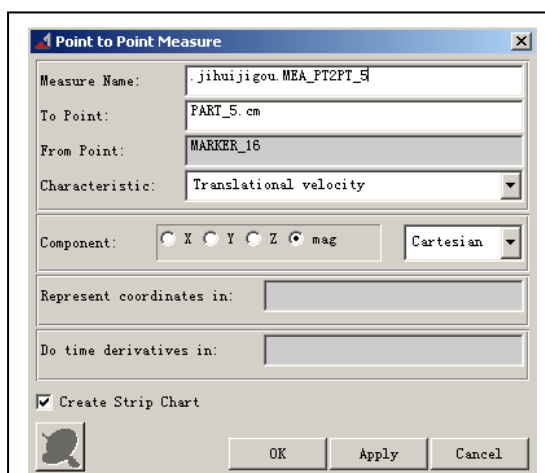
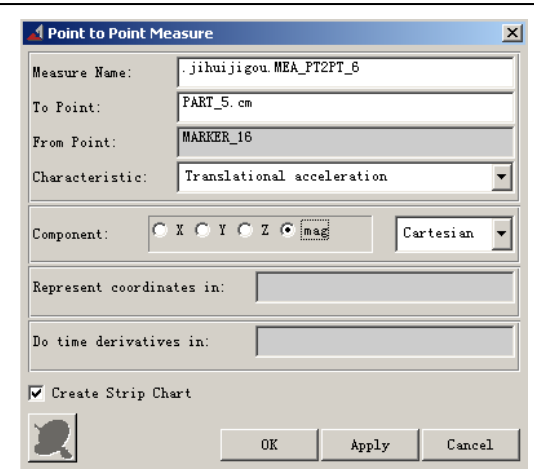
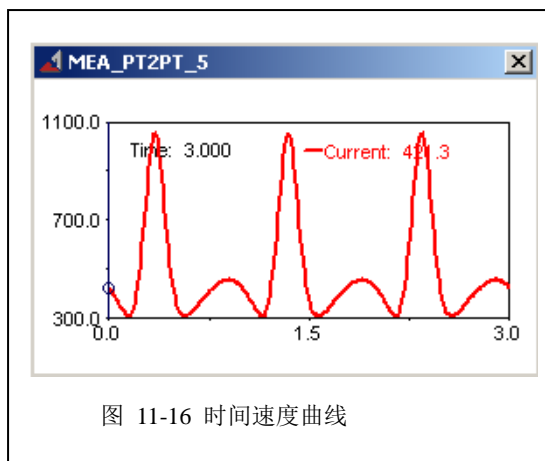
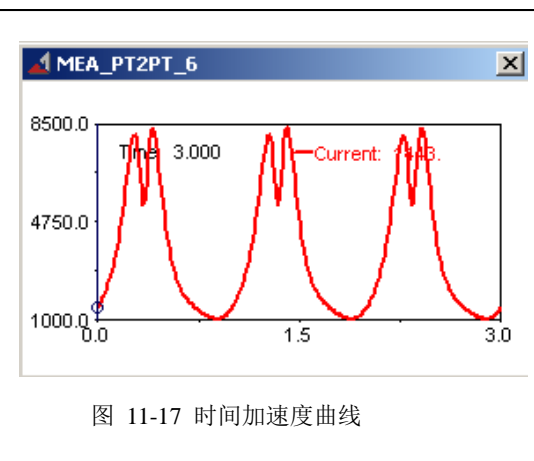

图 11-14 点与点之间测量速度对话框
图 11-15 点与点之间测量加速度对话框
图 11-16 时间速度曲线
图 11-17 时间加速度曲线
11.6 速度和加速度的测量的过程和位移的过程几乎一样，只是在点与点之间测量对话框（**Point to Point Measure**）中的 **Characteristic** 项，分别选为 **Translational velocity**，如图 11-14 所示，或者 **Translational acceleration**，如图 11-15 所示。图 11-16、图 11-17 分别是时间速度曲线、时间加速度曲线。